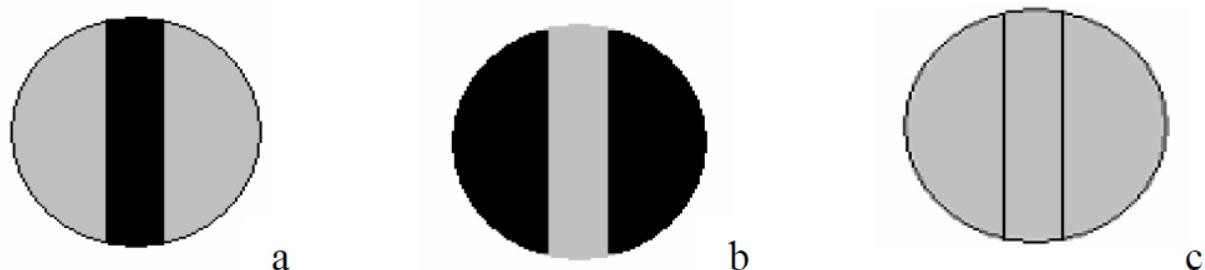

Fig.2
Normalmente el polarizador y el analizador están situados de forma que sus planos de polarización son paralelos o perpendiculares. En ausencia de muestras en el tubo polarimétrico, el campo óptico triple debe resultar uniformemente luminoso en el caso de colocación en paralelo (fig. 2c), o uniformemente oscuro en el caso de colocación perpendicular. Para regular el sistema será suficiente girar el mando de regulación de la escala (8), controlando la escala (7) y el analizador de polarización (5), hasta que los tres campos ópticos alcancen la misma intensidad luminosa como se muestra en la fig. 2 c.
Fig. 2 a,b) Campo óptico después de haber introducido el líquido a analizar y antes de regular el analizador de polarización. c) Campo óptico sin muestra después de girar el analizador. En este caso la intensidad luminosa es uniforme.
El nonio está subdividido en 20 partes, equal to 19 subdivisiones de la escala, y el nonio puede ser utilizado para leer directamente el ángulo con una aproximación de $0,05^\circ$ (see Fig.2). La escala y el analizador de polarización son fijos.